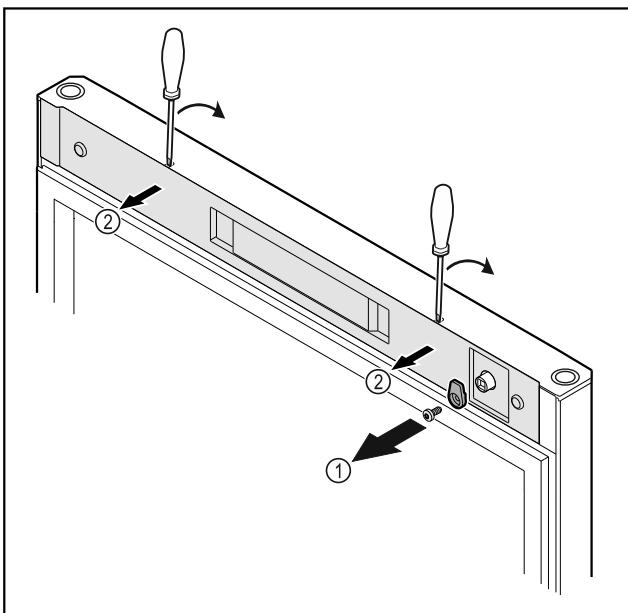

Fig. 18
► Відкрутити запірний гачок *Fig. 18 (1)*.
► За допомогою малої викрутки зніміть з фіксатора кришку *Fig. 18 (2)* і видаліть.